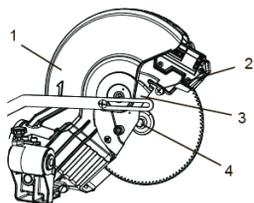
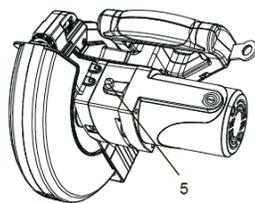
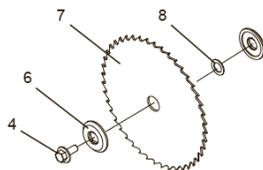

Рис. 36
Рис. 37
Рис. 38
3. Поднять нижний кожух диска (1) в крайнее верхнее положение (рис. 36).
4. Удерживая кожух, ослабить винт (2) защитной пластины с помощью крестовой отвертки.
5. Повернуть защитную пластину (3), чтобы открыть доступ к болту шпинделя (4).
6. Поместить гаечный ключ для замены диска на болт шпинделя (4).
7. Найти блокировку шпинделя (5) на двигателе (рис. 37).
8. Надавить на блокировку шпинделя (5), прочно удерживая ее и одновременно поворачивая гаечный ключ по часовой стрелке. Блокировка (5) не даст проворачиваться шпинделю. Продолжать вращать болт шпинделя (4) по часовой стрелке, удерживая блокировку (5).
9. Снять болт (4), внешнюю крепежную шайбу (6), диск (7) и прокладку (8). Не снимать внутреннюю крепежную шайбу (рис. 38).
2. Установить прокладку (8), диск (7) и наружную крепежную шайбу (6). Вкрутить болт шпинделя (4), вращая его против часовой стрелки (см. рис. 38).
3. Установить ключ для диска на болт шпинделя (4) (см. рис. 36).
4. Надавить на блокировку шпинделя (5), прочно удерживая ее и одновременно поворачивая гаечный ключ диска против часовой стрелки. Удерживать блокировку (5) до тех пор, пока болт (4) не будет надежно затянут (см. рис. 37).
5. Поворачивать защитную пластину (3) обратно в исходное положение до тех пор, пока отверстие в пластине не совпадет с винтом (2) защитной пластины. Удерживая нижний кожух диска (1), затянуть винт при помощи крестовой отвертки (см. рис. 36).